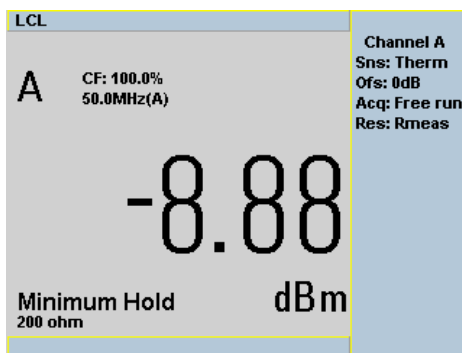

図 2-29 拡張ウィンドウにフルで表示された最小値ホールド
- 6  を押して、測定ウィンドウをフル画面モードで表示します。拡張ウィンドウでは、図 2-29 に示すように、最大値ホールド/最大値ホールドがフルに表示されます。